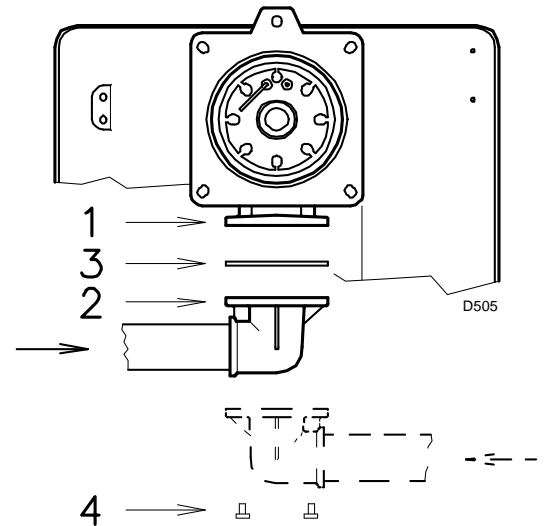

Fig. 17
- La rampa puede llegar por la derecha o por la izquierda, según convenga. Ver Fig. 17.
- La rampa de gas va acoplada a la conexión de gas 1)(Fig. 17), mediante la brida 2), la junta 3) y los tornillos 4), que se suministran con el quemador.